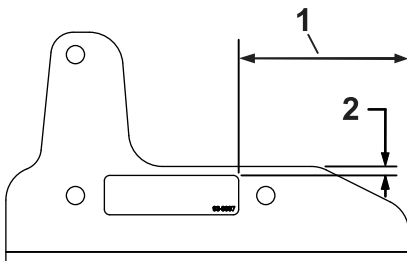

Figure 1
1. Apposez l'autocollant sur le support gauche comme montré à la Figure 1.